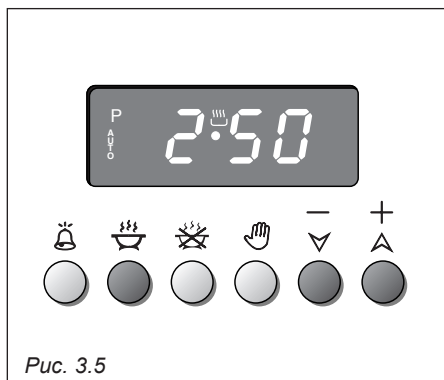

Рис. 3.5
1. Задайте время приготовления, нажав на кнопку , а затем на кнопку  (+) - для увеличения или на кнопку  (-) - для уменьшения временного периода (Рис.3.5).